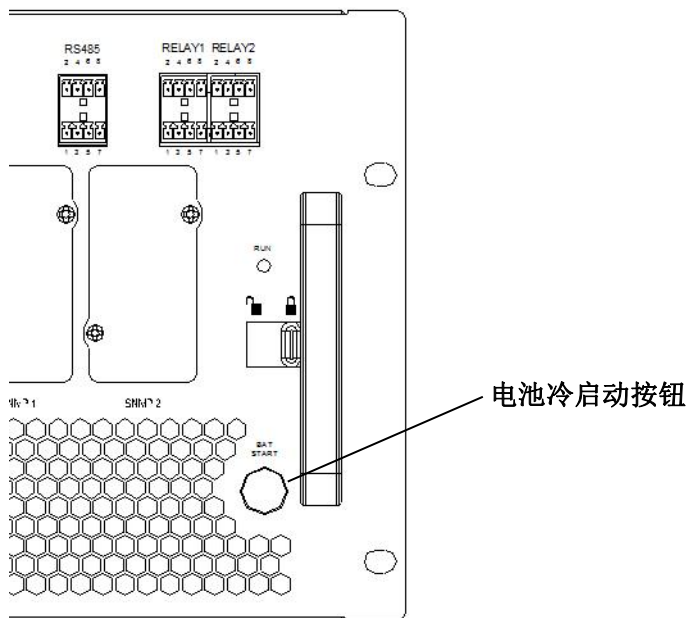

图 5-3 电池启动按钮位置
2. 打开 UPS 前门，按下旁路模块前面板上的电池冷启动按钮约 8 秒后（见图 5-3）。